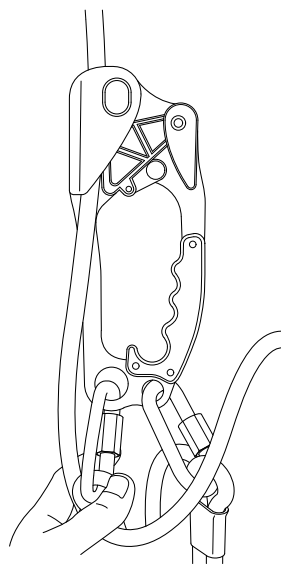

FIG. 3
4. Sganciare il braccio a molla e verificare che la fune venga trattenuta nella posizione corretta (Fig.3)